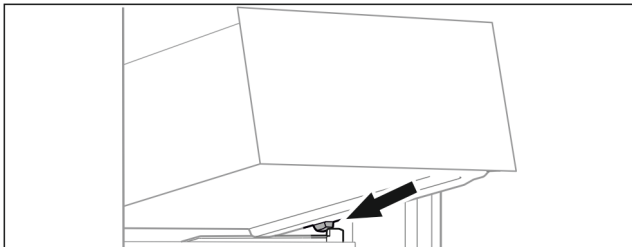

Fig. 70
- ▶ Встановити висувний ящик за стопорами на ребро для резервуару навскоси. (див. Fig. 70)